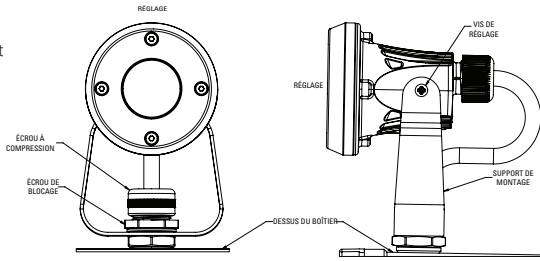

Figure 3
- a. Desserrer (sans retirer) les deux (2) vis de réglage vertical des deux côtés du support des têtes de lampe. Régler les têtes de lampe à la position souhaitée, puis resserrer les deux (2) vis. Serrer les vis à un couple d'au moins 2,3 Nm (20 lb-po). Effectuer ce réglage à la verticale sur les deux têtes de lampe avant de passer à l'étape b ci-dessous.
- b. Desserrer (sans retirer) les écrous de presse-garniture et de blocage au centre du support de fixation (voir la figure 3). Régler les têtes de lampe à la position horizontale souhaitée, puis resserrer les écrous de presse-garniture et de blocage. Serrer l'écrou de presse-garniture à un couple de 13,6 à 20,3 Nm (10 à 15 pi-lb) à l'aide d'une clé munie de mordaches pour éviter d'endommager ou de dénuder la peinture de protection contre la corrosion. Effectuer ce réglage à l'horizontale sur les deux assemblages de têtes de lampe.